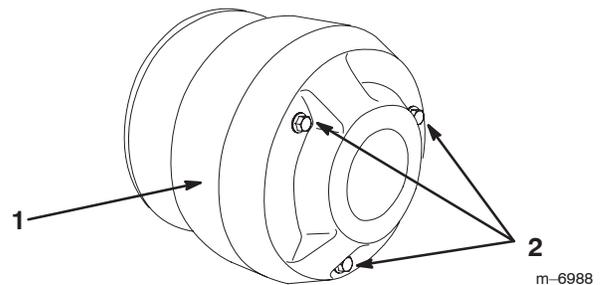

**Figure 51**
3. Débranchez le flexible situé sur la face avant inférieure de la cuve (Fig. 51).
**Remarque :** Il faudra éventuellement pousser le déflecteur de chaleur (Fig. 51) en arrière pour déposer le couvercle.
- Branchez le flexible à l'avant de la cuve (Fig. 51).